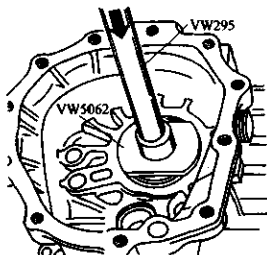

图 3-39 取下输出轴
10) 取下输出轴前轴承外圈的固定圆柱销, 再取下前轴承的外圈, 如图 3-39 所示。